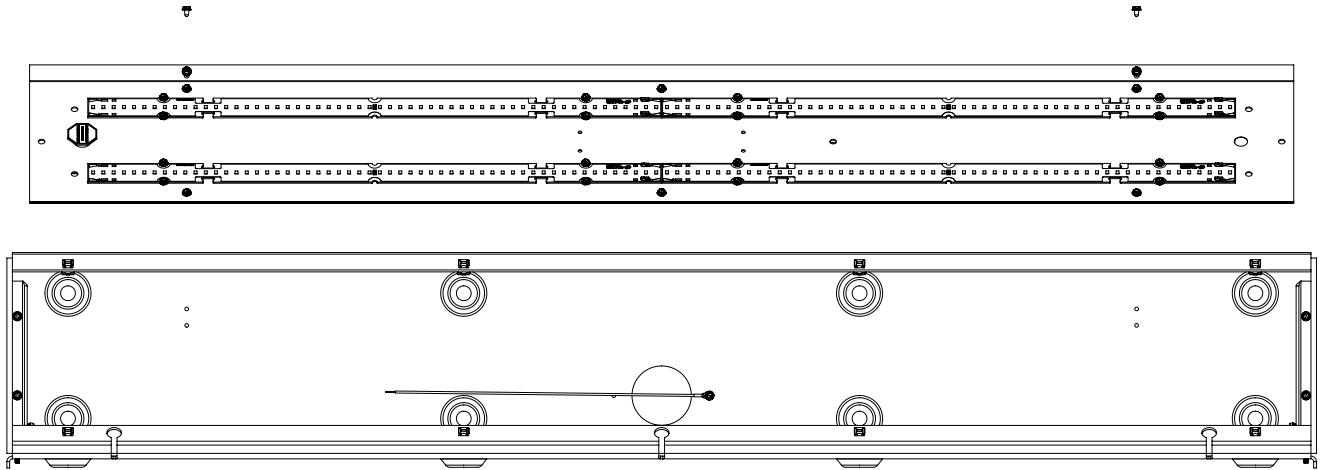

Figura 3.
Paso 4. Levante con cuidado la unidad del reflector. Coloque suavemente la bandeja eléctrica a un lado sobre una superficie protegida. (Figura 3)